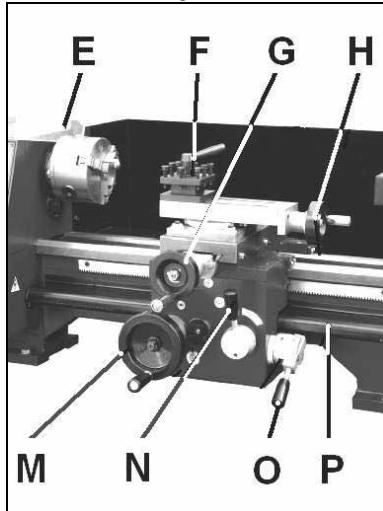

Fig 8
Zum Längs- und Plandrehen können Bettschlitten (M, Fig 8), Querschlitten (G) und Oberschlitten (H) an den Handrädern bewegt werden.
Der automatische Längsvorschub wird durch Anheben des Schalthebels (O, Abb. 8).
Schließen Sie die Schlossmutter (N, Fig 8).